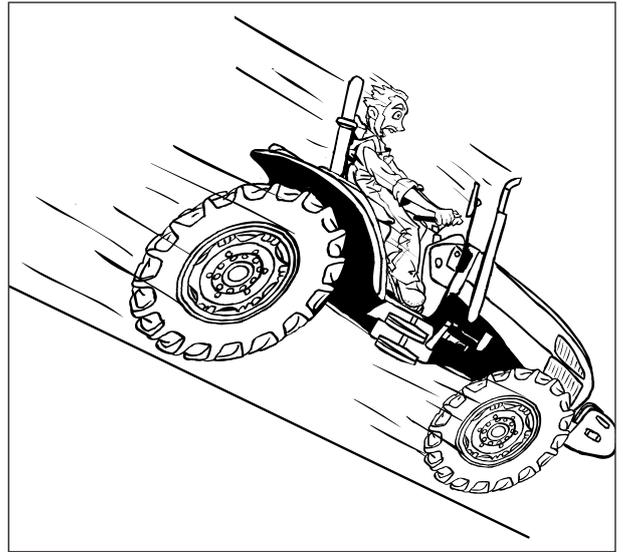

Abb.2-40
- Vor Bergauf- bzw. Bergabfahrten ist ein niedriger Gang einzulegen. (Abb. 2-40)
- Einen Gang eingelegt lassen. Nie mit durchgetretenem Kupplungspedals oder im Leerlauf eine Bergabstrecke herunterfahren (Abb. 2-40).